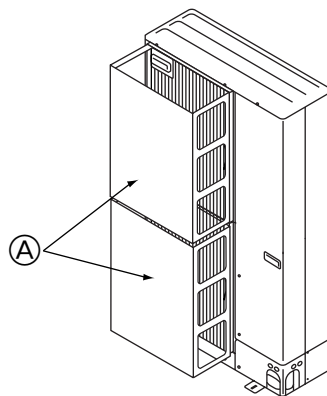

Fig. 3-3
② Τοποθετήστε έναν προαιρετικό οδηγό αέρα, εάν πρόκειται να εγκαταστήσετε τη μονάδα σε σημεία όπου υπάρχει ενδεχόμενο να φυσούν απευθείας στο στόμιο εξαγωγής του αέρα πολύ δυνατοί άνεμοι κτλ. (Fig. 3-3)